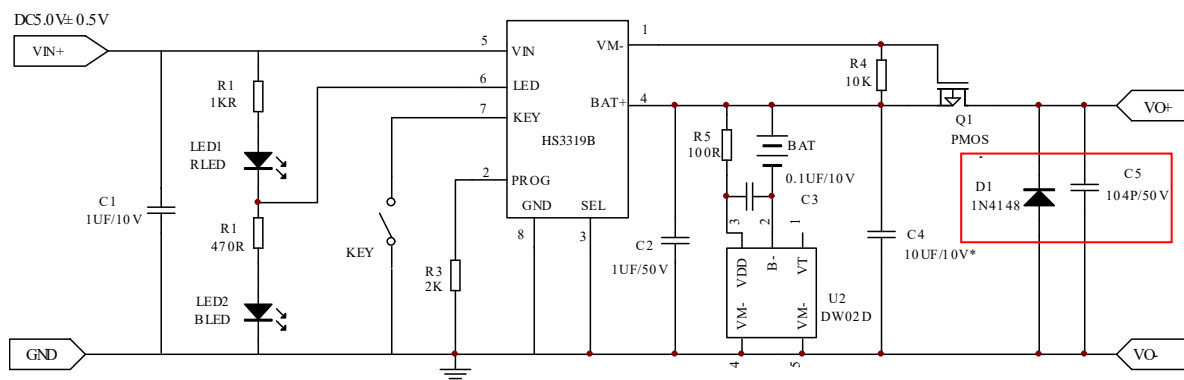

图 1 HS3319B 外扩 PMOS 控制线路
4. 图 1 的输出短路保护电流依 U2 的短路保护电流，根据输出电流选择 Q1 的电流和阻抗；
5. 图 1 的 U2 选择充饱关断电压需高于 4.25V，避免出现长时间不显示充饱现象；